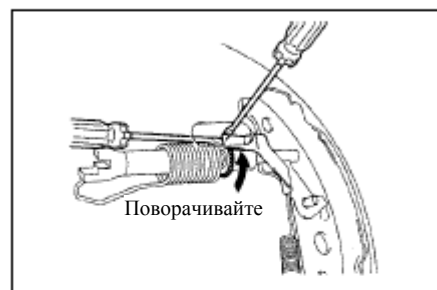

Рис. 290
4. Снимите тормозной барабан задних колес, ослабив тягу стояночного тормоза, и снимите тормозной барабан.(рис. 290)